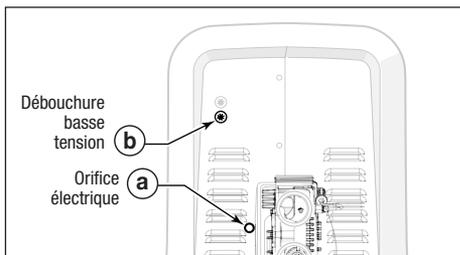

Figure 10. Orifice électrique JXi
10. Faire passer l'extrémité de la borne des deux fils roses et des fils vert et bleu du nouveau câblage du JXi à travers l'orifice électrique du panneau latéral. Se reporter à la *Figure 10 (a)*. Si vous utilisez la débouchure basse tension, vous devrez peut-être retirer le capuchon et le remplacer par la douille pour débouchures fournies, se reporter à la *Figure 10 (b)*.
REMARQUE : Si le numéro de série de votre réchauffeur est la révision « G » (GXXXXX) ou une version antérieure, vous devrez utiliser la débouchure basse tension pour câbler le réchauffeur, se reporter à la *Figure 10 (b)*.